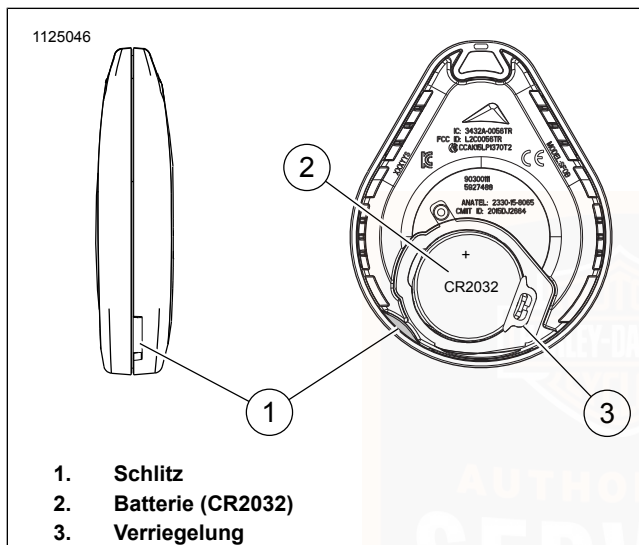

Abbildung 17. Schlüsselanhängerbatterie austauschen
- Siehe Abbildung 17. Die Seriennummer auf dem Schlüsselanhänger befindet sich auch auf der Innenseite des Schlüsselanhängers.
1. Siehe Abbildung 17. Zum Öffnen des Schlüsselanhängers den Schlitz (1) mit einem dünnen Gegenstand drehen.
2. Die Batterie (2) herausnehmen und gemäß den örtlichen Bestimmungen entsorgen.